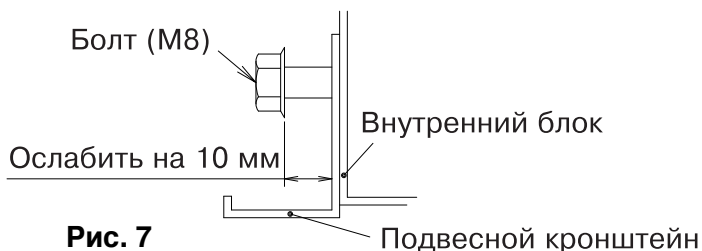

Рис. 7
- С обеих сторон отверните по 2 болта (M8) (всего 4 справа и слева) на 10 мм для установки подвесного кронштейна. (См. рис. 7 и 8)